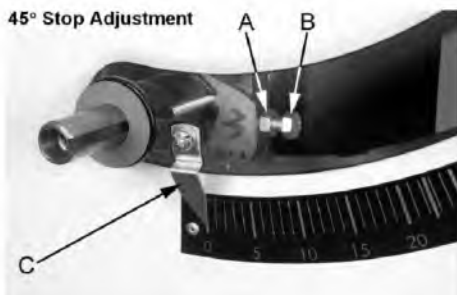

рис. 20
8. Если пильный диск не под углом 45 градусов к столу, удалите маховик подъёма/понижения пильного диска. Ослабьте контргайку (A см. рис. 20) и поверните стопорный винт регулировки (B, рис. 20) на передней цапфе во, внутрь или наружу. Регулировочный винт следует прекратить вращать на переднем кронштейне цапфы, когда пильный диск находится под углом 45 ° к столу.
9. Проверьте правильность указателя (C, рис. 20) на угол масштаба и скорректируйте, если это необходимо.